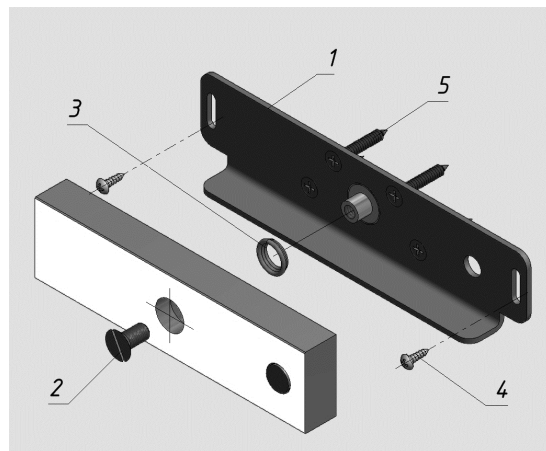

Рис.2
В комплекте поставки **AL-180FB-02** детали крепления якоря заменены комплектом **180P** для установки якоря без сверления сквозного отверстия в двери (рис.2):
5.6 Якорь замка для варианта поставки **AL-180FB-02** устанавливается без штифта и без сверления монтажных отверстий в двери (рис.2). Якорь соединяется с пластиной (поз.1) винтом М6х12 (поз.2) через амортизирующую пружину (поз.3) и затем через регулировочные пазы в пластине крепится саморезами (поз.4) к двери.